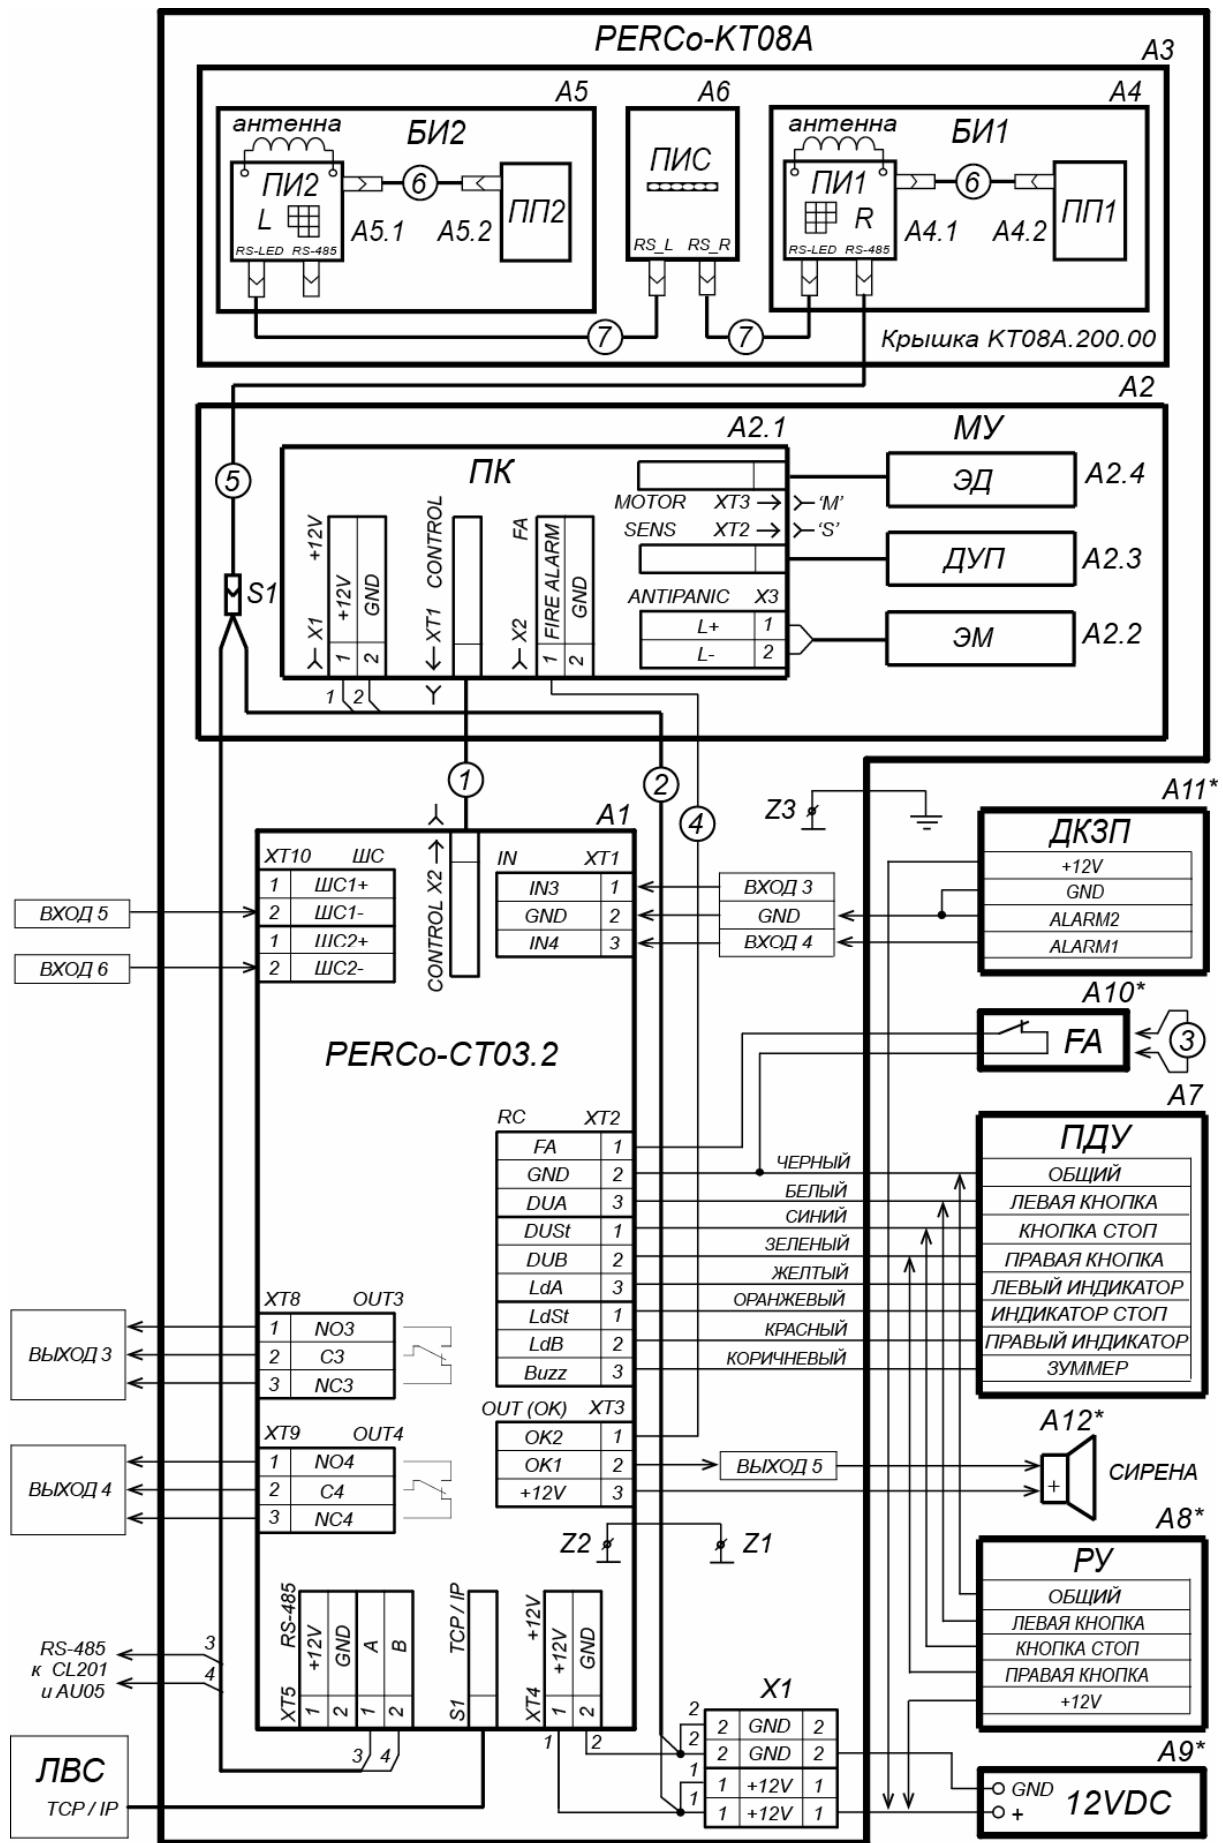

Рисунок 13. Схема подключения ЭП и дополнительного оборудования
Расположение клеммных колодок на плате контроллера ЭП показано на рис. 5, назначение контактов клеммных колодок указано в табл. 1. Схема подключения приведена на рис. 13. Используемые при подключении типы кабелей указаны в табл. 4. При монтаже придерживайтесь следующей последовательности действий:
10. Установите стойку ЭП на гильзы анкеров и закрепите ее болтами М10 (15) с помощью торцового ключа S17. При установке контролируйте вертикальность положения стойки с помощью уровня.
11. Установите заглушки (16) из комплекта поставки.
12. Согласно схеме, приведенной на рис. 13, произведите подключения: